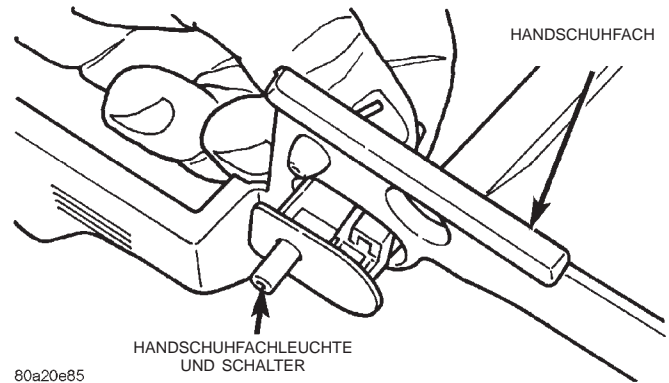

Abb. 13 Handschuhfachleuchte und Schalter aus- und einbauen
(1) Handschuhfach aus der Instrumententafel ausbauen, siehe Kapitel "Handschuhfach".
(2) Von der Rückseite des Handschuhfaches her die Haltetaschen an der Handschuhfachleuchte und am Schaltergehäuse zusammendrücken und die Leuchte samt Schalter nach vorn durch die Öffnung am Handschuhfach schieben (Abb. 13).